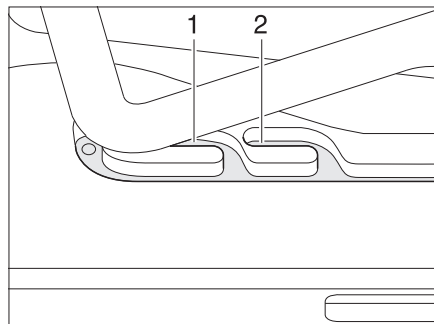
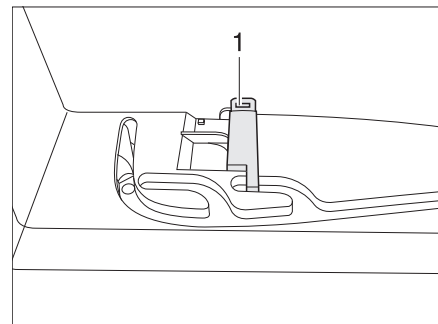

Bild 43 Heki-Dachhaube in Lüftungsstellung
Bild 44 Verriegelung Lüftungsstellung
Die Heki-Dachhaube kann in zwei Lüftungsstellungen gebracht werden: Schlechtwetterstellung (Bild 43,1) und Mittelstellung (Bild 43,2). Je nach Modell kann die Dachhaube in der Mittelstellung mit dem Riegel (Bild 44,1) verriegelt werden.
- Den Bügel leicht nach oben drücken und in die gewählte Führung (Bild 43,1 oder 2) schieben und ggf. verriegeln.